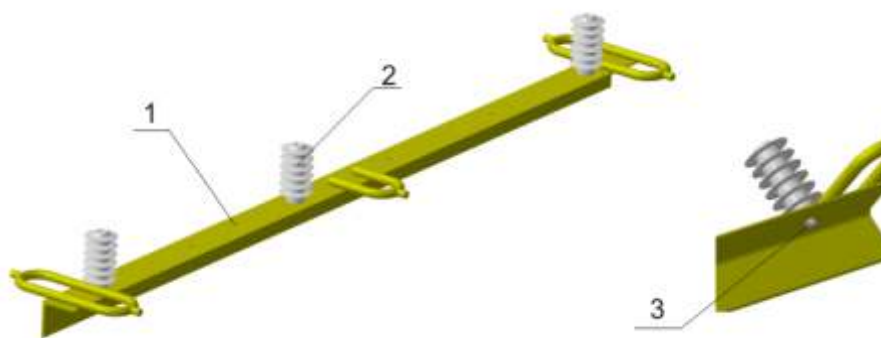

Рисунок 17
2.4.1. Установить на траверсе ТШАГ 745 212 110 (поз.1, рис.17) ограничители перенапряжения (поз. 2, рис.17) и закрепить с помощью болтов М10х20 (поз 3, рис. 17).